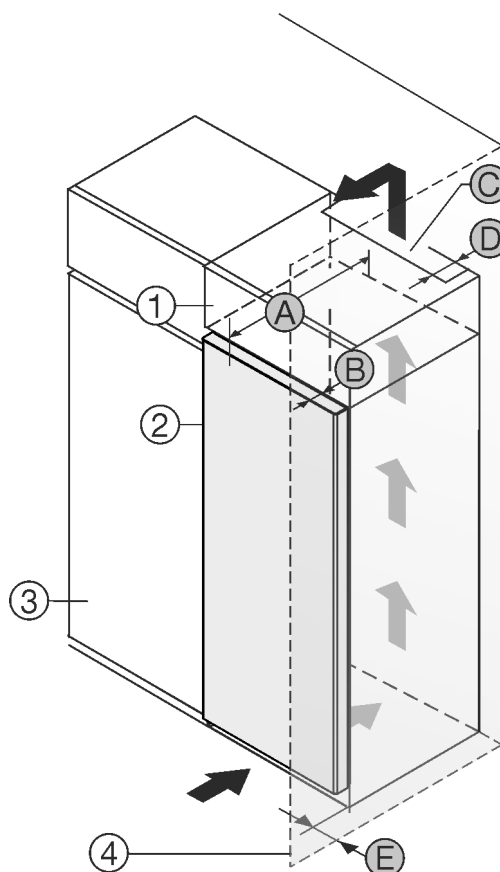

Fig. 1
- (1) Opbouwkast*
- (2) Apparaat*
- (3) Keukenkast*
- (4) Wand*
- (B) Diepte deur*
- (C) Ventilatieopening*
- (D) Afstand achterzijde apparaat*
- (E) Afstand tot apparaatzijde*
- (A) Diepte apparaat*
U kunt het apparaat direct naast de keukenkast Fig. 1 (3) opstellen.*
Aan de achterzijde van de opzetkast moet een luchtafvoerkanaal met de diepte Fig. 1 (D) over de volledige breedte van de opzetkast aanwezig zijn.*
Onder het plafond moet de ventilatiedoorsnede Fig. 1 (C) worden aangehouden.*
Als u het apparaat met de scharnieren naast een wand Fig. 1 (4) plaatst, moet de afstand tussen het apparaat en de wand minimaal 13 mm bedragen.*
Als u het apparaat met de scharnieren naast een wand Fig. 1 (4) plaatst, moet de afstand tussen het apparaat en de wand minimaal 20 mm bedragen.*
Om de deuren volledig te kunnen openen, moet het apparaat overeenkomstig de deurdiepte Fig. 1 (B) ten opzichte van het keukenkastfront uitsteken. Afhankelijk van de diepte van de keukenkasten Fig. 1 (3) en het gebruik van de wandafstandshouders kan het apparaat verder uitsteken.*